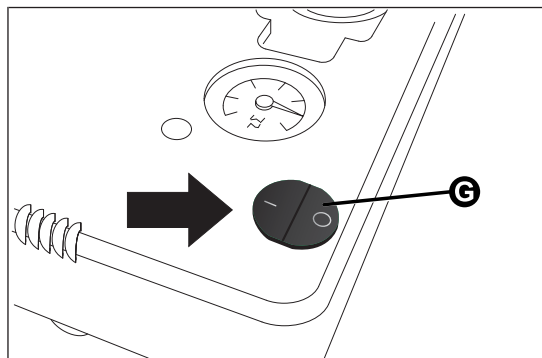

РИС. 122
- убедитесь, что выключатель G РИС. 122 находится в положении **0** (выключен), и запустите двигатель;